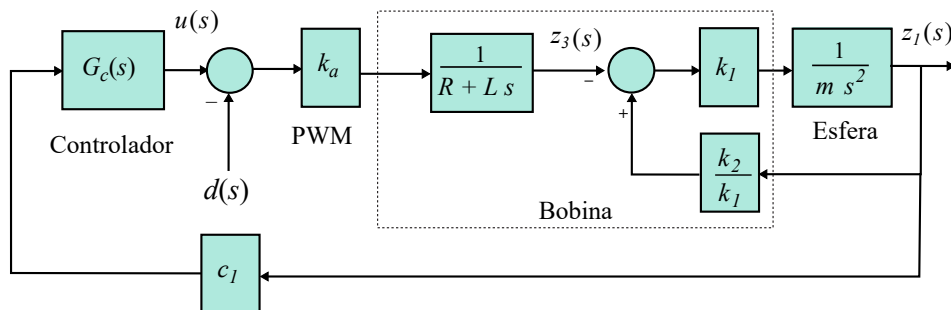
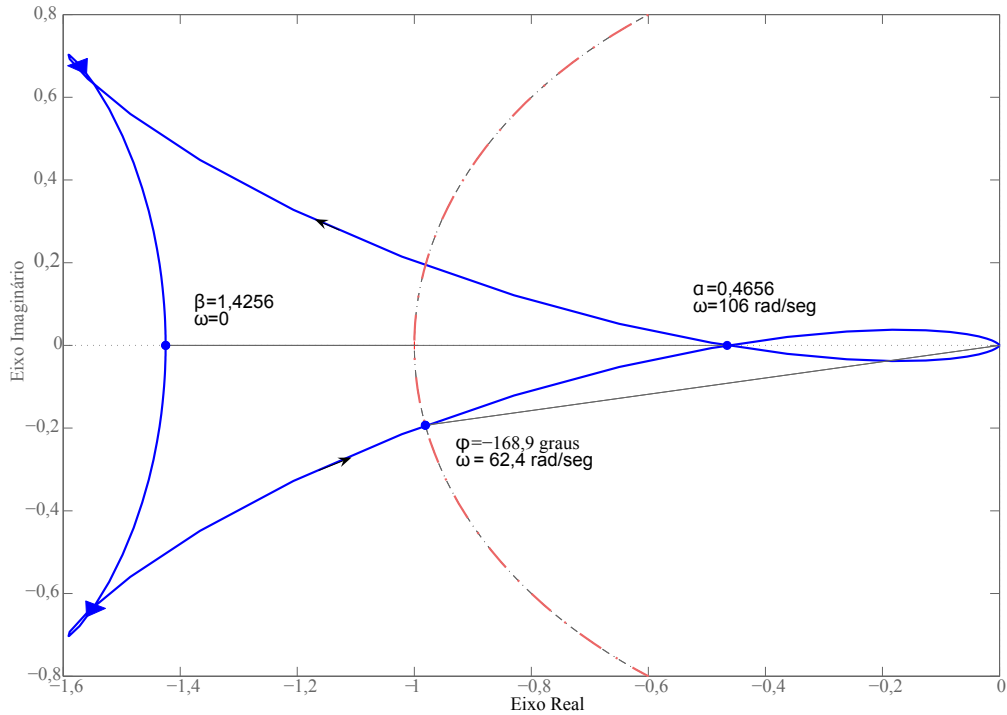

Figura 15: Diagrama em blocos do sistema linearizado em malha fechada.
Figura 16: Diagrama de Nyquist do sistema de suspensão.
21. Considere o sistema de controle de suspensão magnética descrito pelo diagrama de blocos mostrado na Figura 15 com $k_1 = 0,770 \text{ N/A}$; $k_2 = 39,6 \text{ N/m}$; $L = 0,520\text{H}$; $R = 19,9 \Omega$; $m = 0,0226 \text{ kg}$; $k_a = 2,1$; $c_1 = -1,7361 * 10^3 \text{ V/m}$; $t_z = 0,068\text{s}$; $t_p = 0,002\text{s}$; $k_c = 0,4$. A função de transferência de malha aberta é dada por $G_{ma} = \text{series}(\text{planta}, \text{controlador})$ em que $G = \text{tf}(\text{num}, \text{den})$ com $\text{den} = [1 \ R/L \ -k_2/m \ -k_2*R/(m*L)]$, $\text{num} = -k_a*k_1*c_1/(m*L)$ e $C = \text{tf}(\text{numc}, \text{denc})$ com $\text{numc} = [k_c*t_z \ k_c]$; $\text{denc} = [t_p \ 1]$. O diagrama de Nyquist para o sistema de malha aberta com controlador é mostrado na Figura 16.